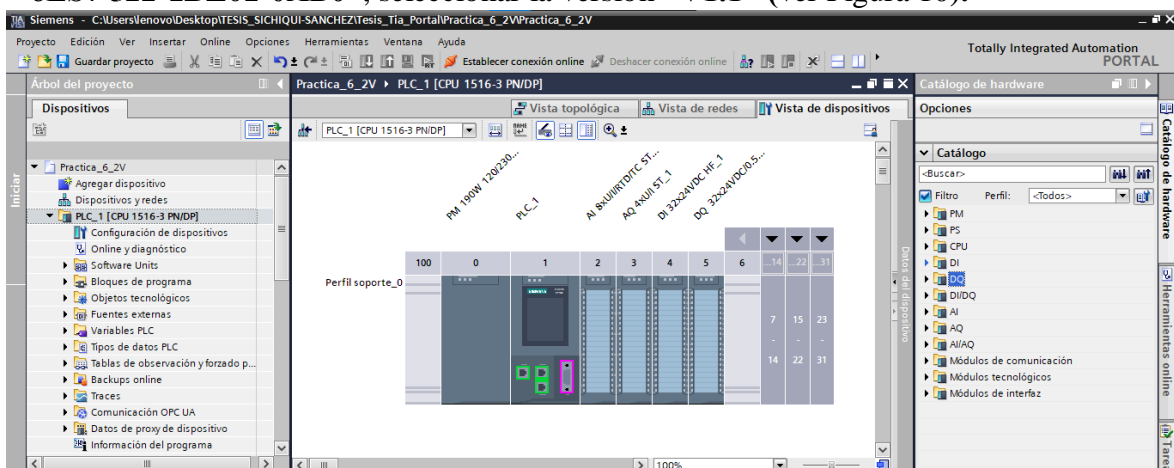

Figura 10. Módulos PLC S7-1500.
(3) Después de agregar el dispositivo, el mismo aparecerá en la ventana “Dispositivos y Redes”, para que el controlador funciones de manera correcta se debe agregar los módulos que componen al controlador. Entonces se debe agregar los módulos siguiendo los siguientes pasos:
- Para agregar el “Módulo de salidas digitales” hacer clic en “**DQ**” / “**DQ 32x24VDC/0.5A HF**” / “**6ES7 522-1BL01-0AB0**”, seleccionar la versión “**V1.1**” (ver Figura 10).